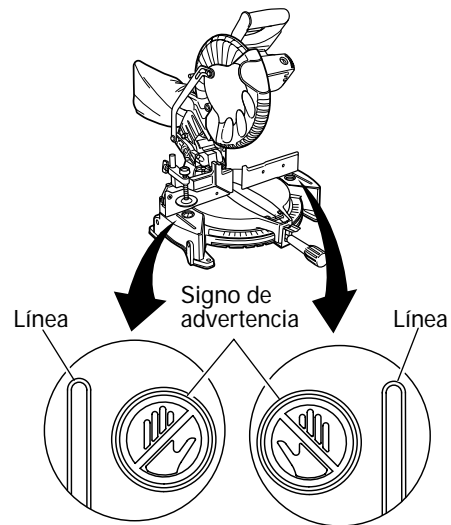

Fig. 18
- * No coloque nunca sus miembros dentro de la línea cerca del signo de advertencia mientras está utilizando la herramienta. Esto podría resultar peligroso (consulte la Fig. 18).